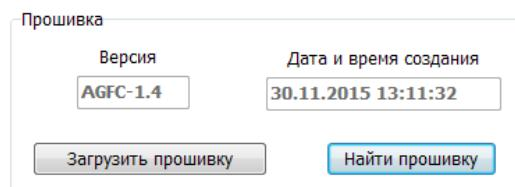

Рис.19. Чтение прошивки и загрузка прошивки в устройство.
- После загрузки файла прошивки пользователю станет доступной кнопка «Прошить» и появится информация о прошивке: версия, дата и время создания файла (Рис. 19).